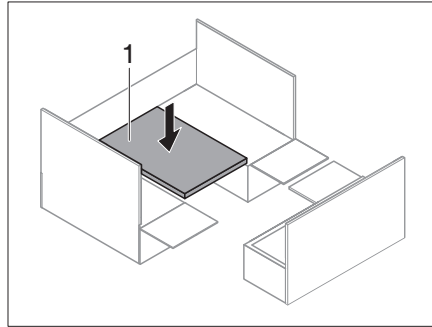

Fig. 218 Mesa acoplable hacia abajo
- Cambiar la mesa acoplable (Fig. 218,1) desde el carril de acoplamiento superior al carril de acoplamiento inferior.